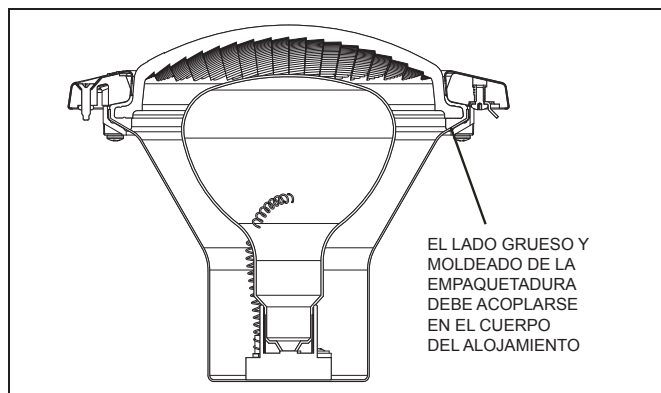

Figura 5. Plano transversal de la luz blanca Jandy para piscinas
- Mientras sostiene la luz hacia arriba, coloque el lente de vidrio con la empaquetadura encima de la luz. Tenga en cuenta que la empaquetadura del lente no tiene forma simétrica. Por eso, se debe instalar correctamente de manera que el lente quede sellado en el compartimento de la luz. Coloque la empaquetadura sobre el lente de manera que el lado grueso de la empaquetadura se acople al compartimento durante la instalación del lente. Véase Figura 5.